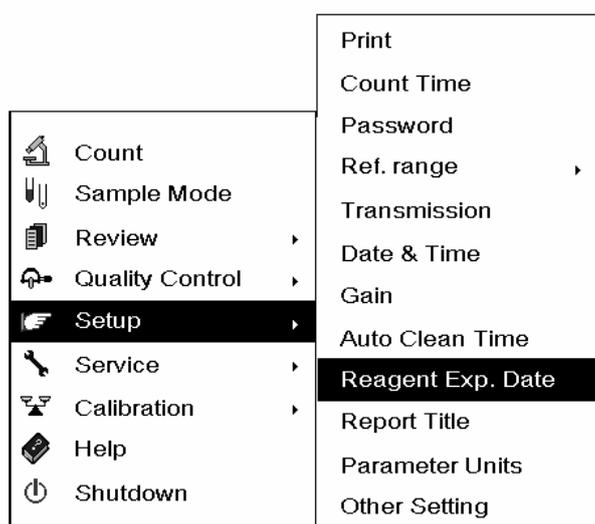
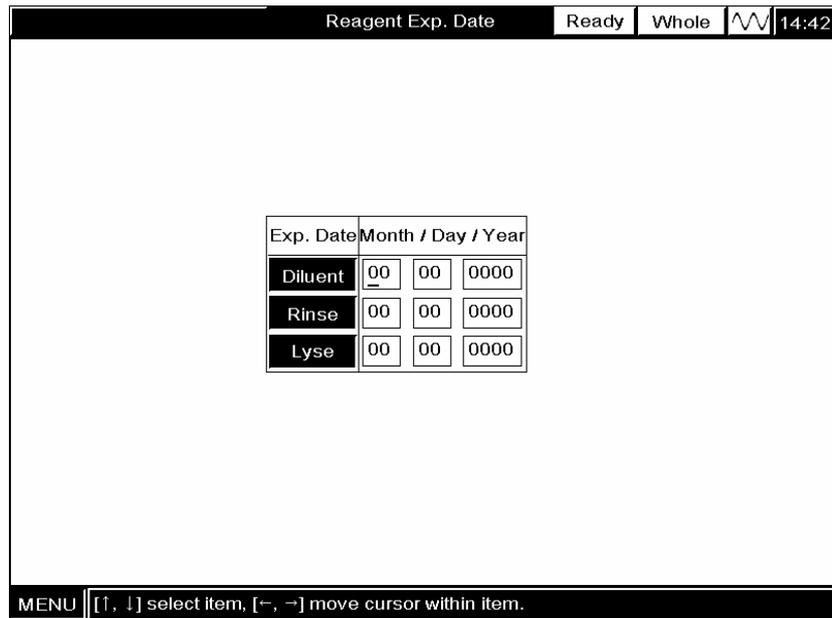

Abbildung 5-37 System-Menü
Abbildung 5-38 "Verf.-datum Reagenz"-Anzeige
**WÄHLEN** Sie “Einstellung → Verf.-datum Reagenz” **AUS** (Abbildung 5-37), um die “Verf.-datum Reagenz”-Anzeige aufzurufen (Abbildung 5-38).